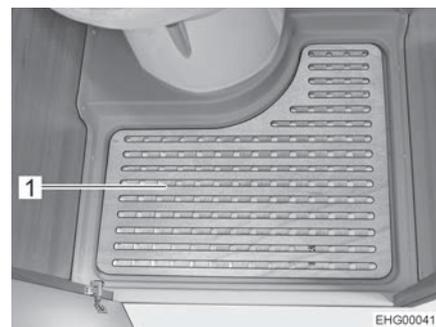

Fig. 79 Piastra del pavimento rimovibile
- Rimuovere la piastra del pavimento (Fig. 79,1) per utilizzare la doccia.